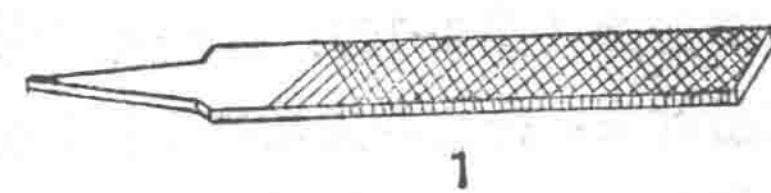

图 1-11 锤刀
**锉刀**（图 1-11）：至少应该备有中号平板锉、小圆锉、竹叶锉、三角锉等几种。